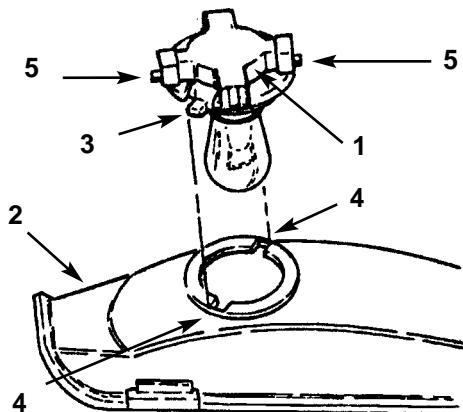

Bild 35
3. Die Birnenfassung um 1/4 Umdrehung im Gegenuhrzeigersinn drehen und aus dem Reflektor entfernen (Bild 35).